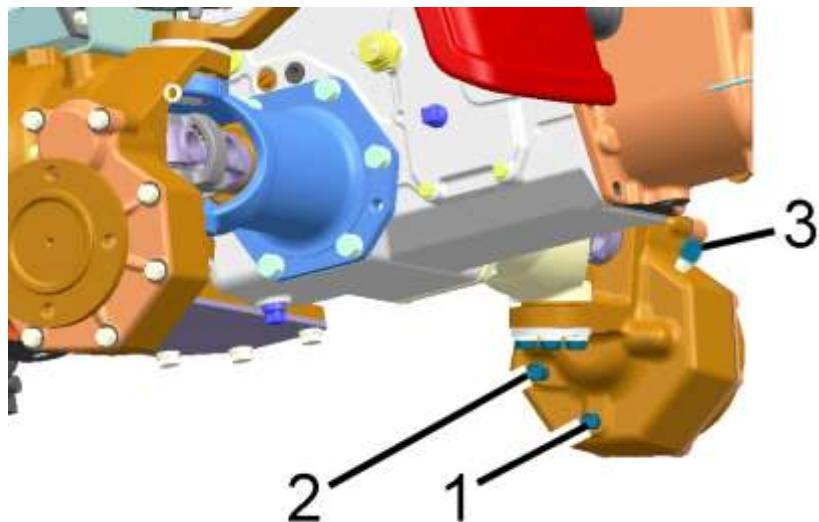

Рисунок 6.4.3 – Проверка уровня масла в корпусах колесных редукторов ПВМ
- отверните контрольную пробку 2 (рисунок 6.4.3) корпуса колесного редуктора;